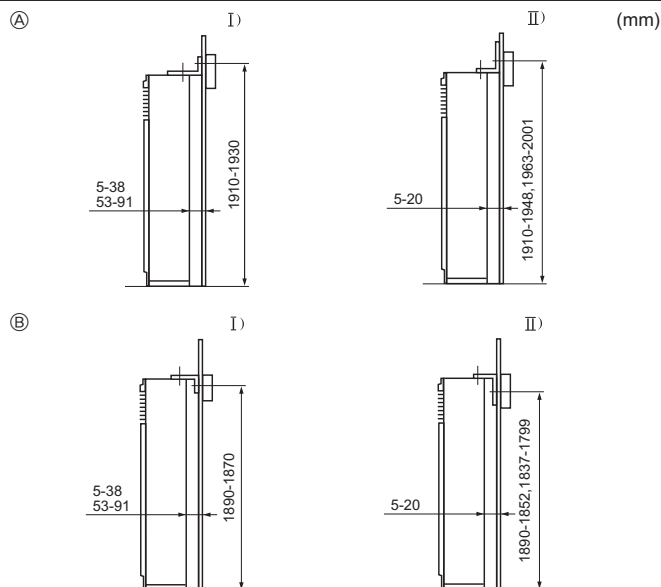

Fig. 3-3
- ① Beslag til forhindring af væltning
Beslaget til forhindring af væltning ① placeres på toppen af enheden. Fjern de selvskærende skrue ② og monter beslaget igen som vist på tegningen. Se Fig. 3-3 vedrørende korrekt monteringsafstand.
3.3. Montering af beslaget til forhindring af væltning (Fig. 3-3)